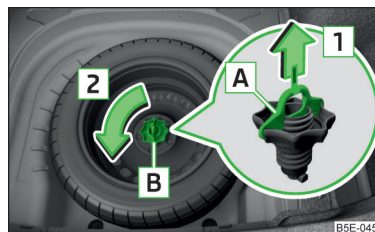

Fig. 329
La rueda se encuentra en una cavidad debajo de la moqueta del maletero y está fijada con un tornillo de seguridad **B** » fig. 329.
- Extraer el seguro **A** en sentido de la flecha **1** » fig. 329.
- › Atornillar el tornillo de seguridad **B** contra el sentido de la flecha **2** » fig. 329.